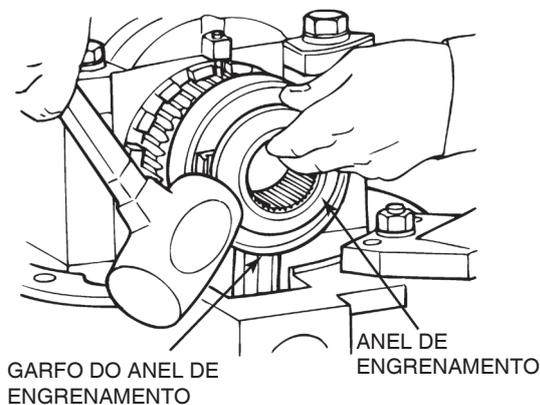

Figura 6.5
2. Bata no anel de engrenamento com uma marreta de borracha para soltá-lo e removê-lo do garfo de engrenamento. Figura 6.5.